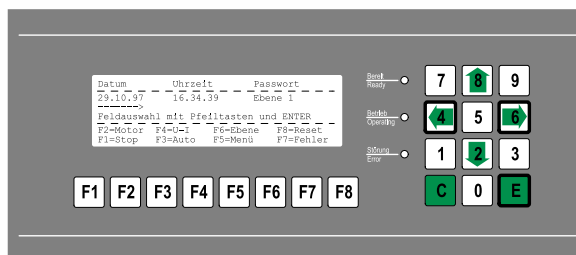
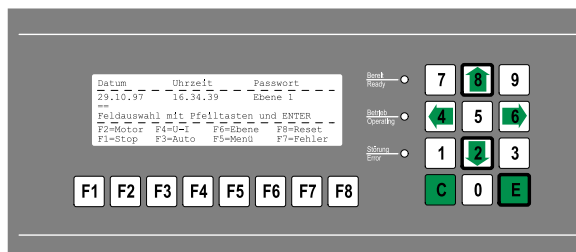

Рис. 14 Подтверждение выбора поля (дата) клавишей E
Рис. 15 Выбор значения (день) клавишей со стрелками 2 или 8 и подтверждение клавишей E
- Выбор поля: Перемещать символ подчеркивания с помощью клавиш со стрелками 4 или 6 до нужной позиции (например, даты) (Рис. 14).
- Подтвердить выбор поля клавишей E (Рис. 14). Выбор значения (день) двойным подчеркиванием (Рис. 15).
- Отображение меню выбора с помощью функциональной клавиши F5 (экран меню см. на Рис. 14).